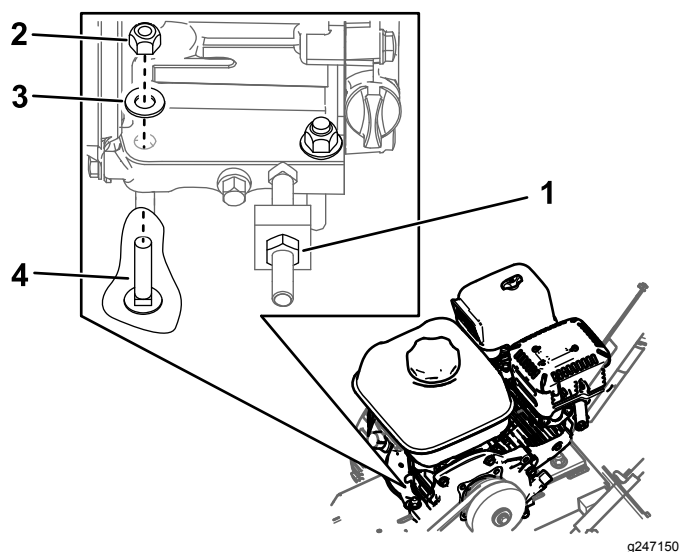

Figure 11
8. Serrez l'écrou de blocage sur le boulon de tension (Figure 11).
10. Montez ou serrez les fixations qui assujettissent le moteur au cadre (Figure 11).